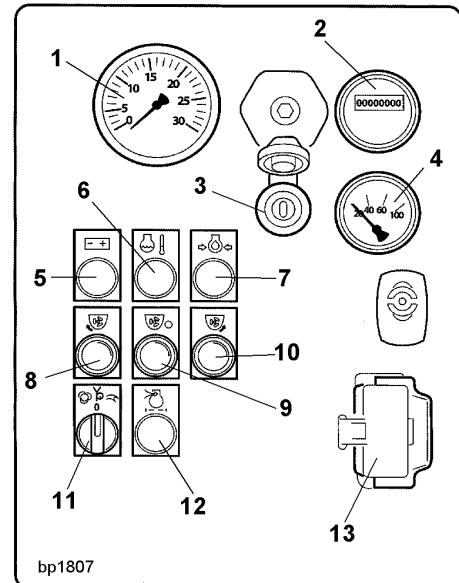

Fig. 1
- Enchufar el enchufe del cable de mando a distancia en la caja de enchufe 13 (Fig. 1) y asegurarla.